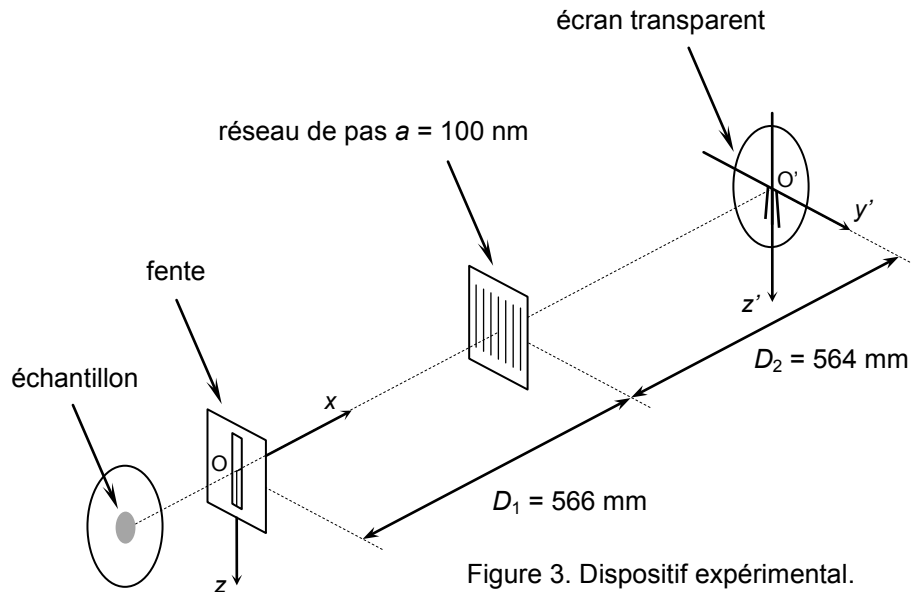

Figure 3. Dispositif expérimental.
On donne ci-dessous un schéma (figure 3) ainsi qu'un descriptif simplifié de l'expérience.
**2.2.5.** On note  $L_0$  la distance séparant le centre de la frange centrale du centre de l'une des deux premières franges voisines pour des molécules de phtalocyanine de vitesse initiale  $v_0 = 1,5 \times 10^2 \text{ m.s}^{-1}$ . Comparer la valeur obtenue pour  $L_0$  à partir de la courbe expérimentale et la valeur calculée à partir de la relation 1 (question 1.2.) appliquée au dispositif expérimental (figure 3.).